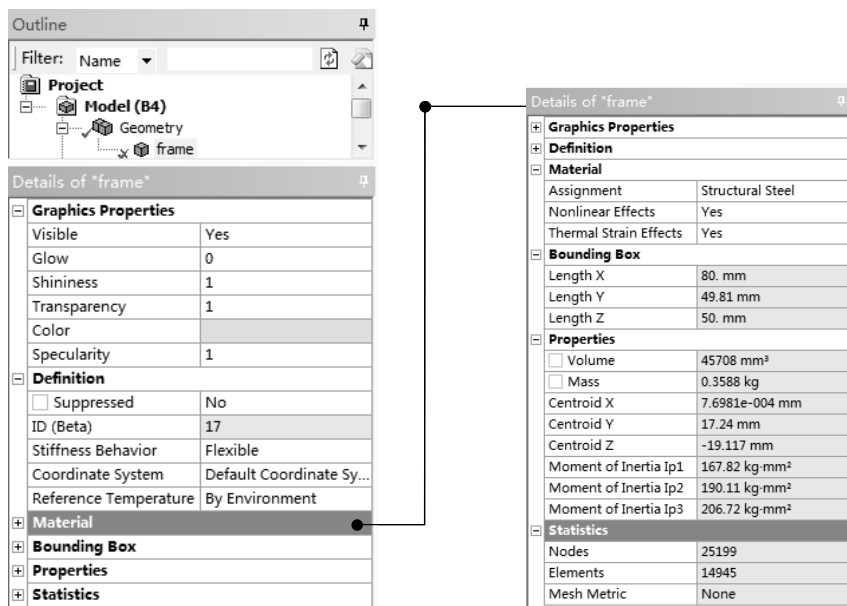

图 5-3 【体】详细设置窗口
(1) 体属性 选择几何模型下的体, 可在【体】详细设置窗口中指定属性, 如图 5-3 所示。